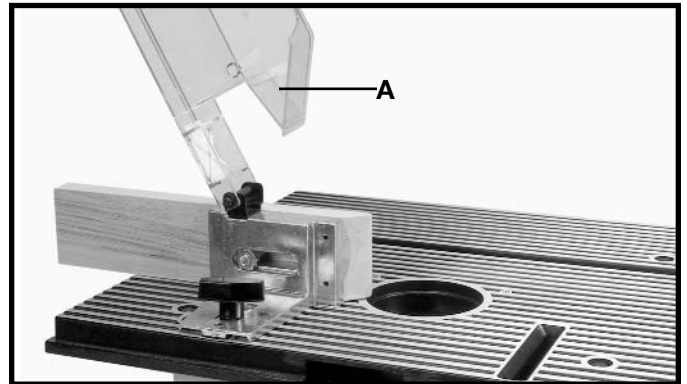

Fig. 21
El protector (A) puede ser movido hacia arriba y fuera del paso en la manera ilustrada en la Fig. 21 durante el cambio de brocas y cortadores.